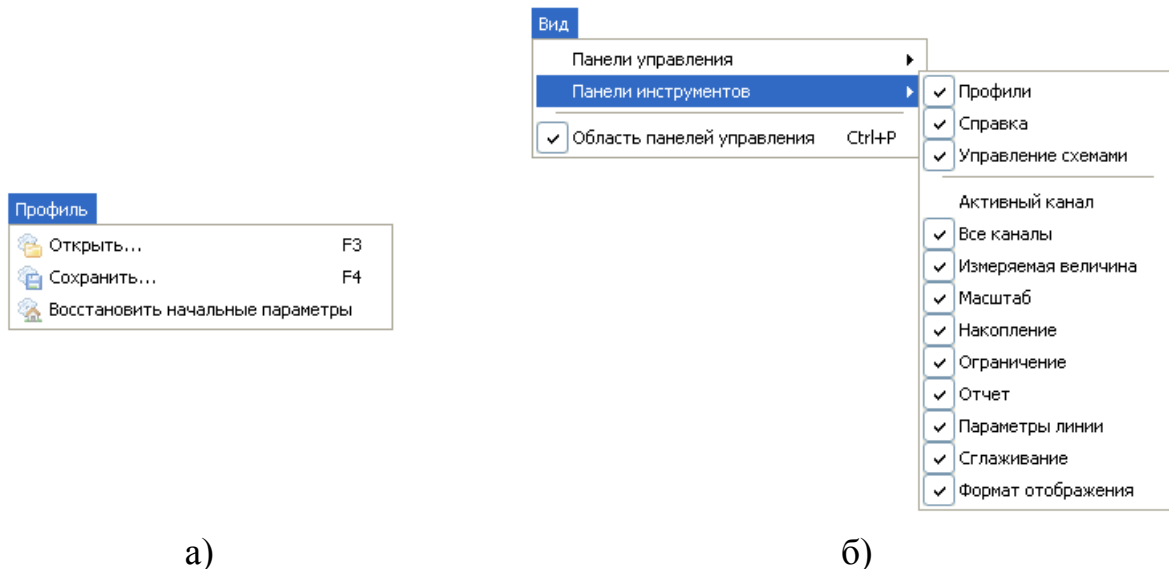

Рисунок 5.8 – Меню «Профиль» и «Вид»
### 5.3.7.1 Профиль – меню управления профилями (рисунок 5.8-а):
5.3.8.1 Вид – меню управления отображением панелей инструментов и управления, рисунок 5.8-б: